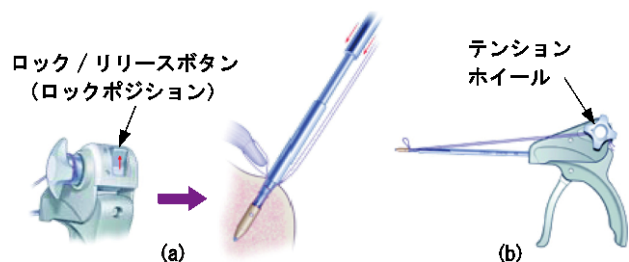

図3
8. ガンを前方に軽く押しながら、縫合糸を引いて修復箇所を引き寄せます(図3(a))。縫合糸に張力をかけた状態でガンのテンションホイールに縫合糸をセットします。縫合糸をテンションホイールにセットするときは、縫合糸の両端に同じ力がかかるようにします。縫合糸をテンションホイールに時計回りに1回転させ、1度強く引いてテンションホイールに巻きつけます(図3(b))。テンションホイールを時計回りに回転させ、縫合糸にさらに張力をかけていきます。最大で2本の縫合糸をテンションホイールにセットできます。